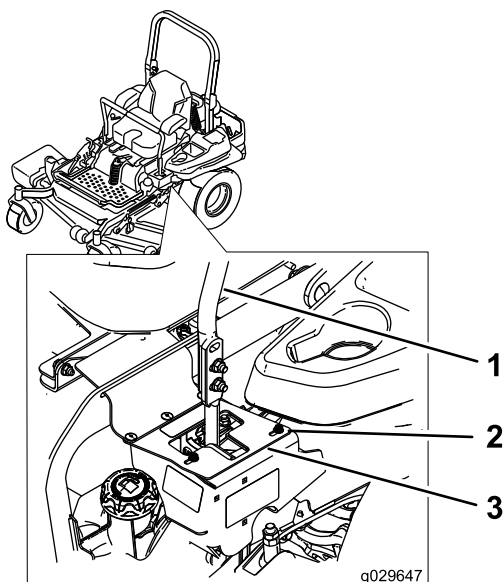

Figure 65
6. Si elle se déporte à droite, desserrez les boulons et déplacez la plaque de butée gauche en arrière sur la fente en T gauche, jusqu'à ce que la machine se déplace en ligne droite (**Figure 65**).
7. Si elle se déporte à gauche, desserrez les boulons et déplacez la plaque de butée droite en arrière sur la fente en T droite, jusqu'à ce que la machine se déplace en ligne droite (**Figure 65**).
8. Serrez les boulons de la plaque (**Figure 65**).